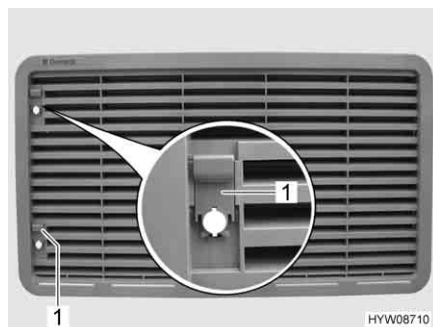

Fig. 159 Griglia di aerazione del frigorifero
- Spingere il cursore (Fig. 159,1) verso l'alto.